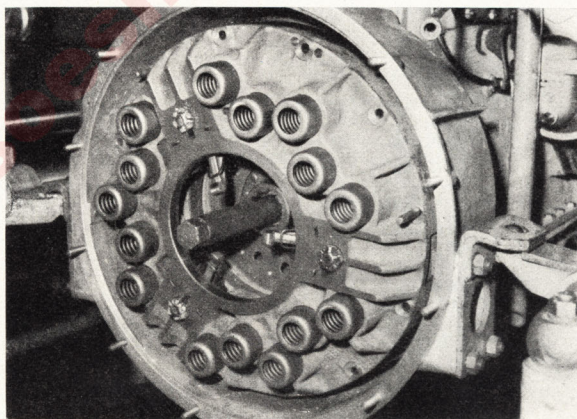

Fig. 13.—Montaje del embrague
3. Colocar 2 espárragos largos sobre el volante a fin de orientar el montaje del embrague y soportar su peso (ver fig. 13).